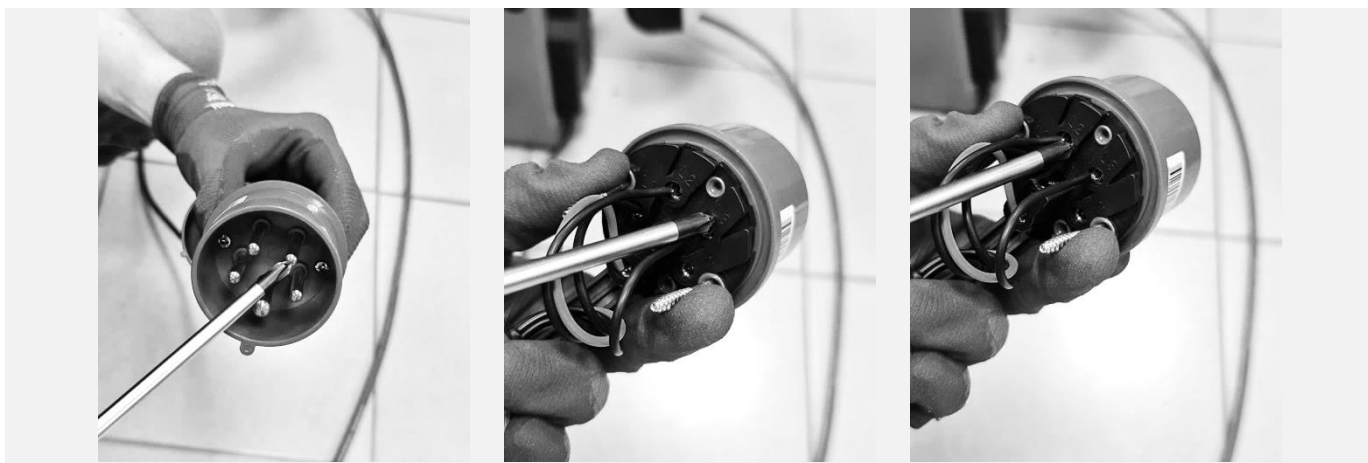

Рисунок 32
**8.2** Нажать педаль вращения мотора и убедиться, что поворотный стол машины вращается по часовой стрелке. Если поворотный стол вращается в обратную сторону, то необходимо поменять местами два любых фазных провода в электрической вилке (см. Рисунок 32).